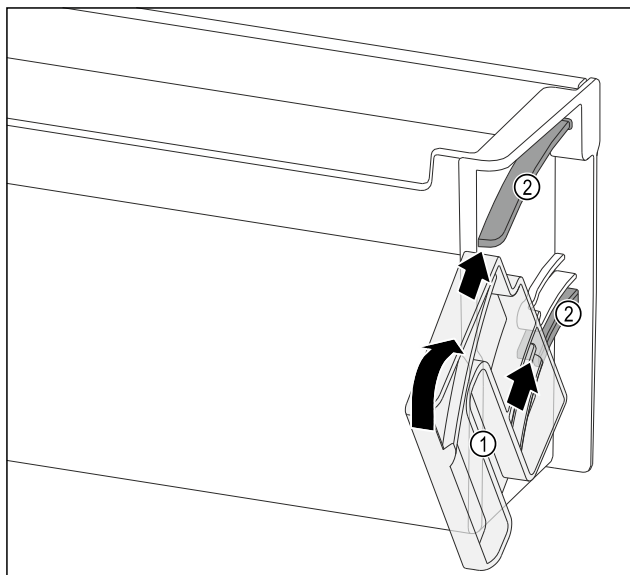

Fig. 127
- Позиционирайте завъртащото устройство Fig. 127 (1) така, че прорезите да са точно срещу направляващите канали Fig. 127 (2) на рафта на вратата.
- Завъртете завъртащото устройство Fig. 127 (1) в показаната посока.